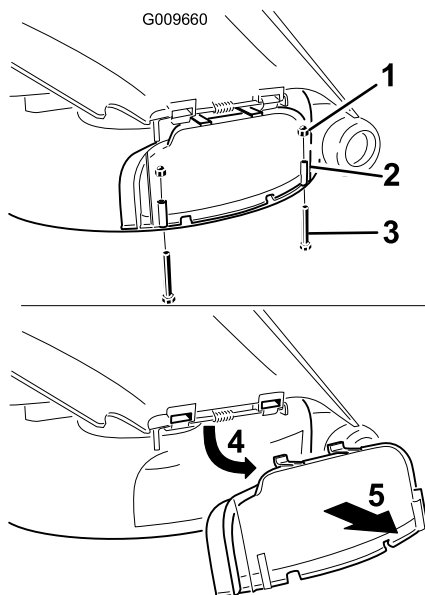

Figure 22
3. Enlevez les 2 boulons et écrous qui fixent l'obturateur d'éjection au plateau de coupe (Figure 22).